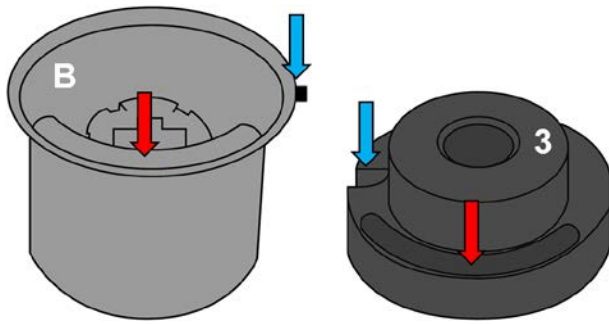

Fig.2
2. Para colocar el casquillo correctamente, alinee el rebaje de la pieza de presión de montaje (3) con el pasador del nuevo casquillo (Fig. 2).